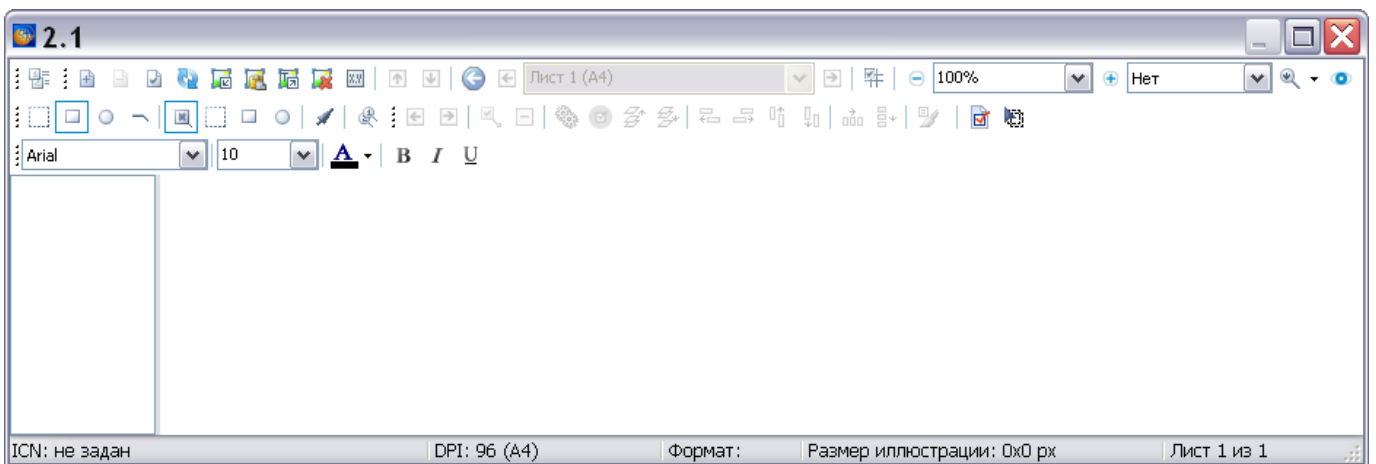

Рисунок 393
3) Нажмите на кнопку **Применить**. При этом откроется окно для создания и редактирования иллюстраций с названием иллюстрации (рисунок 393).